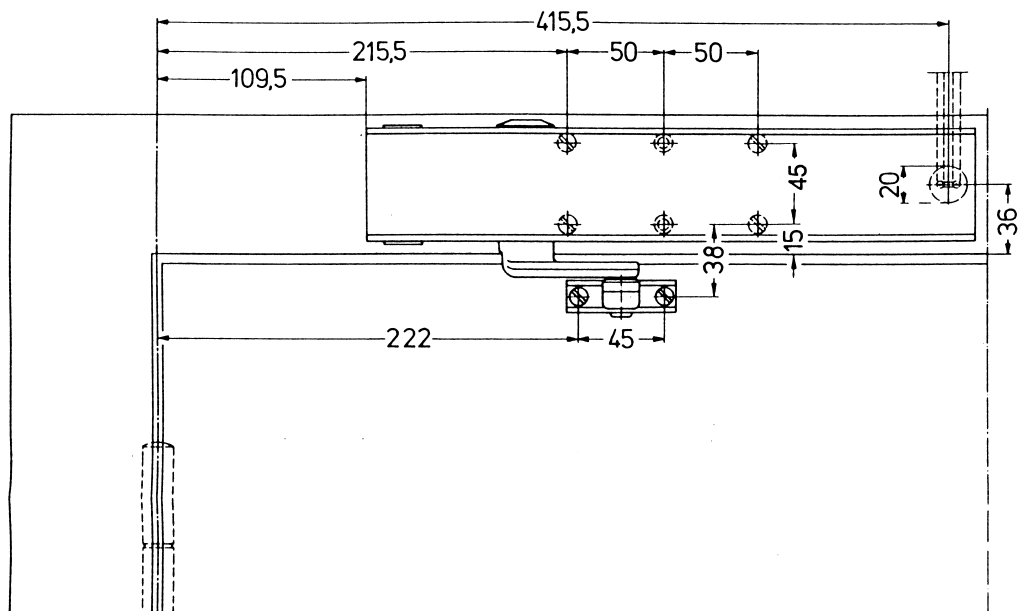

Abb. 1
Der EMF wird an Steuerspannung 24 V DC ± 10% angeschlossen. Das Stromzuführungskabel ⑩ wird (im Türrahmen) direkt bis unter den Schließer ① bzw. unter die Montageplatte ⑫ (siehe Abb. 1 - 4) verlegt.